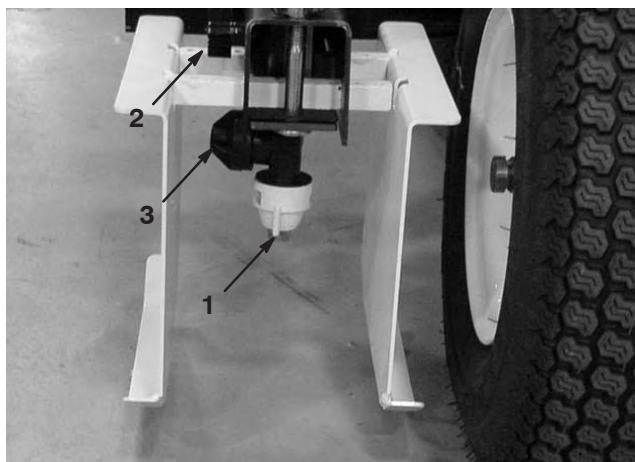

Figure 22
- Desserrez la vis de fixation du tube de la buse de traçage au bras de la rampe (Fig. 22).